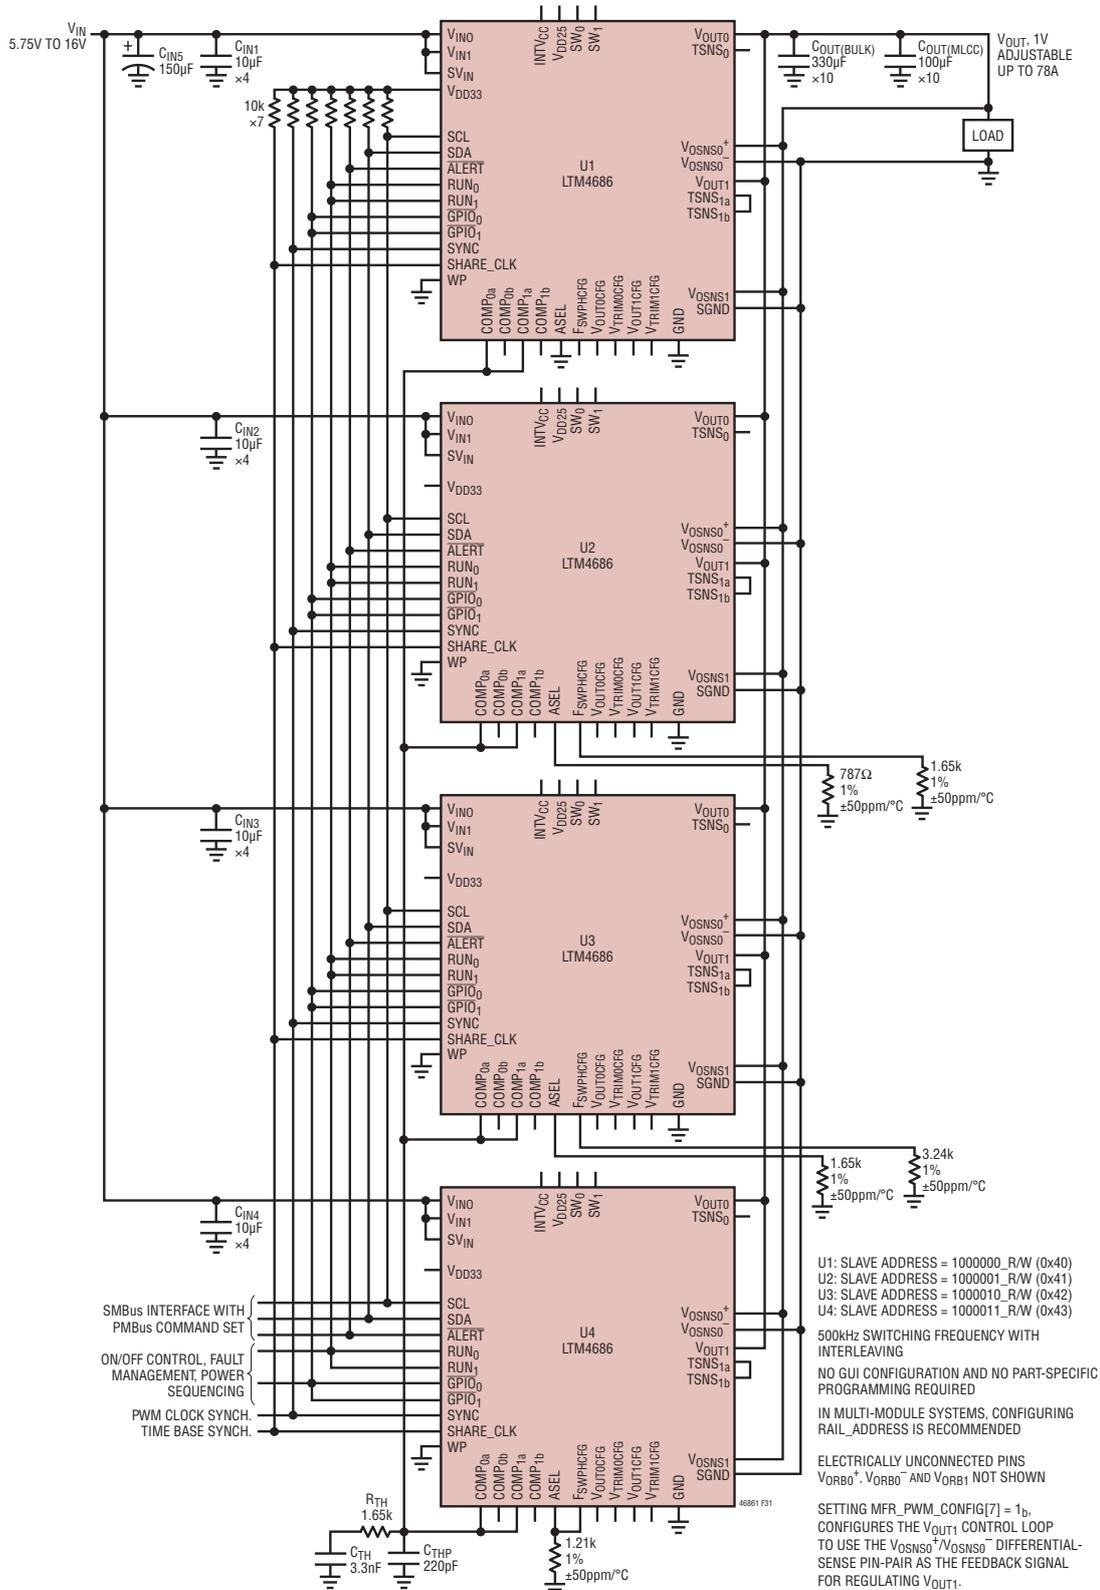

図31. 4つのLTM4686の並列接続による1V出力、最大78A。2線I2C/SMBus/PMBusシリアル・インターフェースを介してアクセス可能なパワー・システム・マネージメント機能内蔵。DC1989B-Cで評価、LTM4686モジュールを個別仕様で搭載
- 並列モジュールの場合は、図31に示すように、 $V_{OUTn}$ 、 $V_{OSNS0^+}/V_{OSNS^-}$ 、あるいは $V_{OSNS1}/SGND$ の電圧検出差動ペア線、 $RUN_n$ 、 $\overline{GPIO}_n$ 、 $COMP_{na}$ 、 $SYNC$ 、および $SHARE\_CLK$ ピンを互いに接続します。